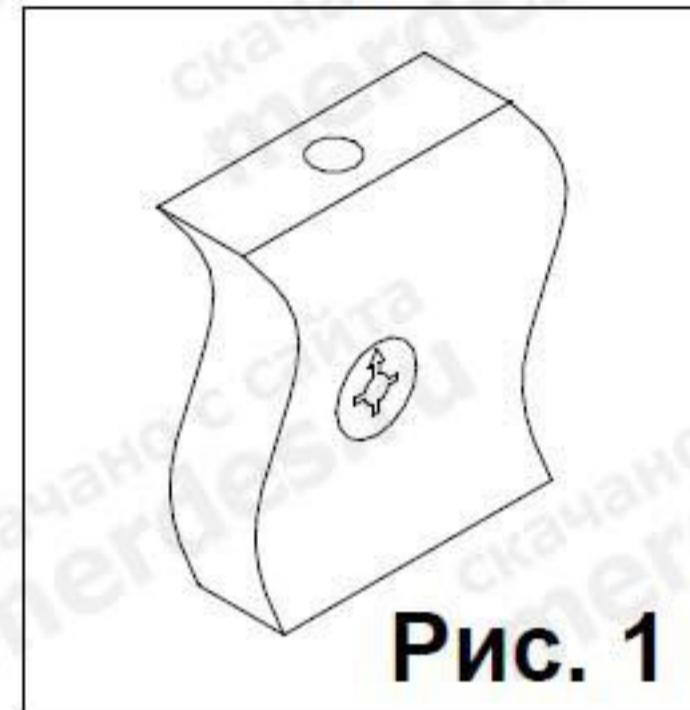

Рис. 1
Взять стенку заднюю выдвижного ящика и забить в соответствующие отверстия шканты (1). Соединить боковины ящика с задней стенкой. Фиксацию производить при помощи евровинтов (6). Далее положить каркас ящика на заднюю стенку и забить шканты (1) в соответствующие торцевые отверстия на боковинах ящика, и вставить стяжки растекс (19) (см.рис.1). После этого вставить дно ящика в пазы на каркасе ящика, таким образом, чтобы дно ящика вошло в паз на стенке задней ящика. Далее закрутить в переднюю панель ящика в имеющиеся муфты дюбеля стяжек-растекс (4). Соединить переднюю панель ящика с каркасом . Фиксацию произвести путем поворота стяжки (19) по часовой стрелки. После этого положить ящик дном вверх и прокрутить ответные планки направляющих (7) к боковинам ящика при помощи саморезов (5). Далее к передней панели прикрепить ручку винтами M4x20 , входящих в комплект ручки (при комплектации винтами M4x22 использовать прокладочные шайбы входящие в комплект фурнитуры). Аналогичным образом собрать остальные ящики. В переднюю панель ящика имеющего отверстие диаметром 20 мм вставить замок (23) со стороны паза , а с передней стороны панели вставить в это отверстие стопорное кольцо замка (23). Фиксацию замка произвести при помощи саморезов (5)..Этот ящик устанавливается верхнее положение тумбы.Задвинуть ящик и пометить положение начала передней панели относительно низа полки 5. Отметить 25 мм и закрепить запорную планку замка напротив расположение замка (23) при помощи саморезов (5).